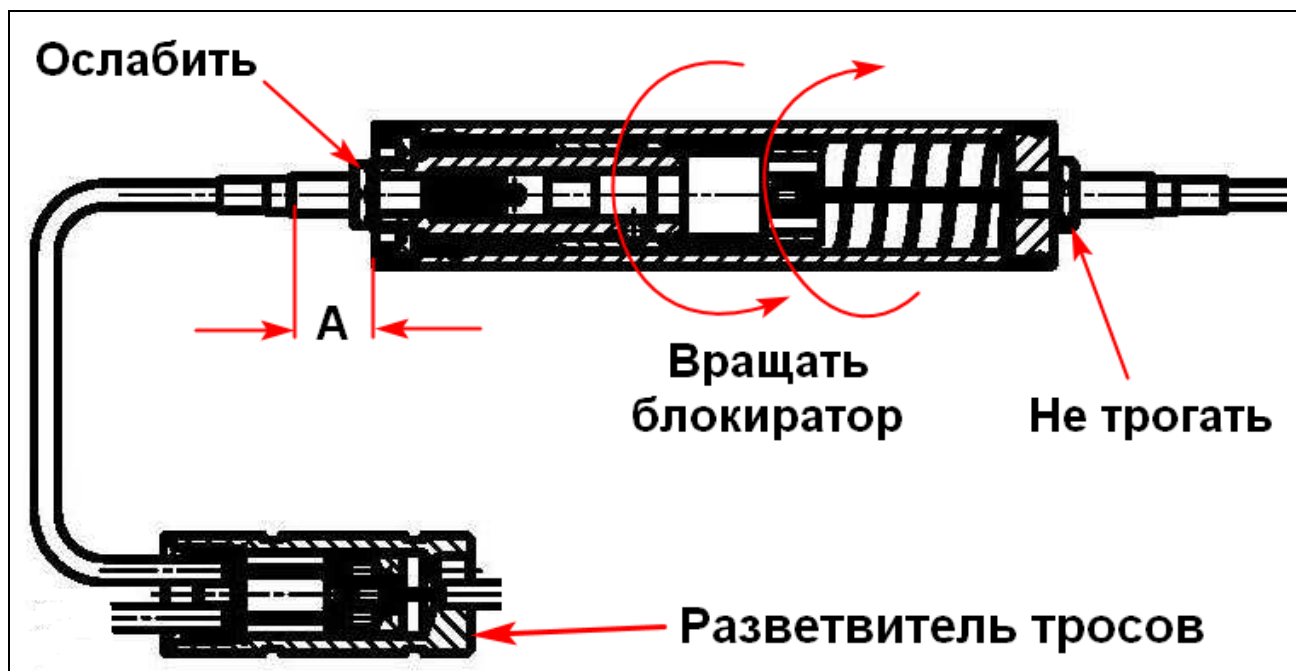

Рис. 6. Схема регулировки срабатывания блокиратора
4.5.4. Перед началом регулировке блокиратора замерьте длину резьбовой части А (см. Рис.6), выступающей из блокиратора троса между блокиратором и разветвителем тросов.